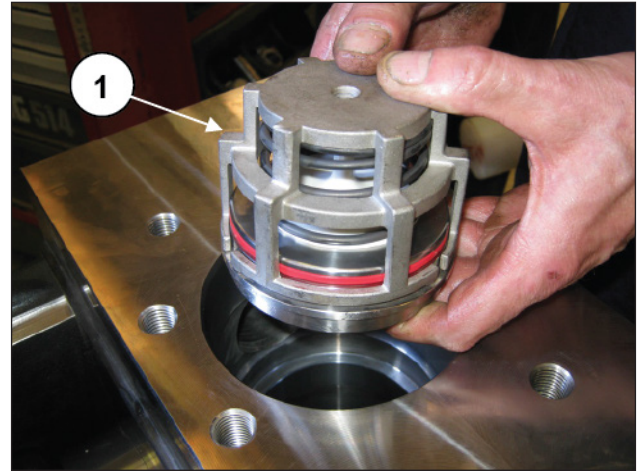
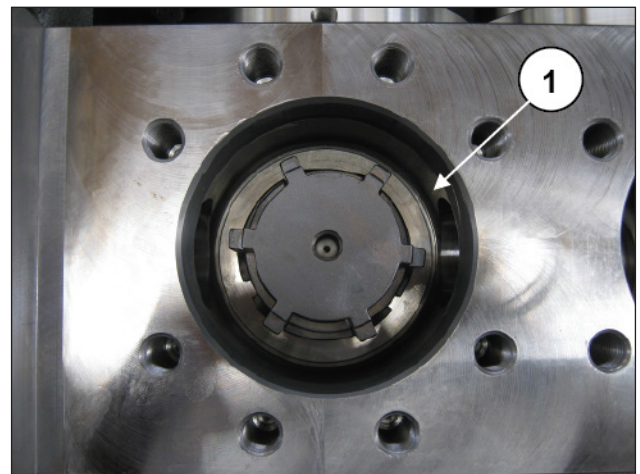

Abb. 185
Abb. 186
Setzen Sie die Druckventilgruppe ein (Pos. ①, Abb. 185). Die Ventilgruppe muss bündig eingesetzt sein und so erscheinen wie in Pos. ①, Abb. 186.